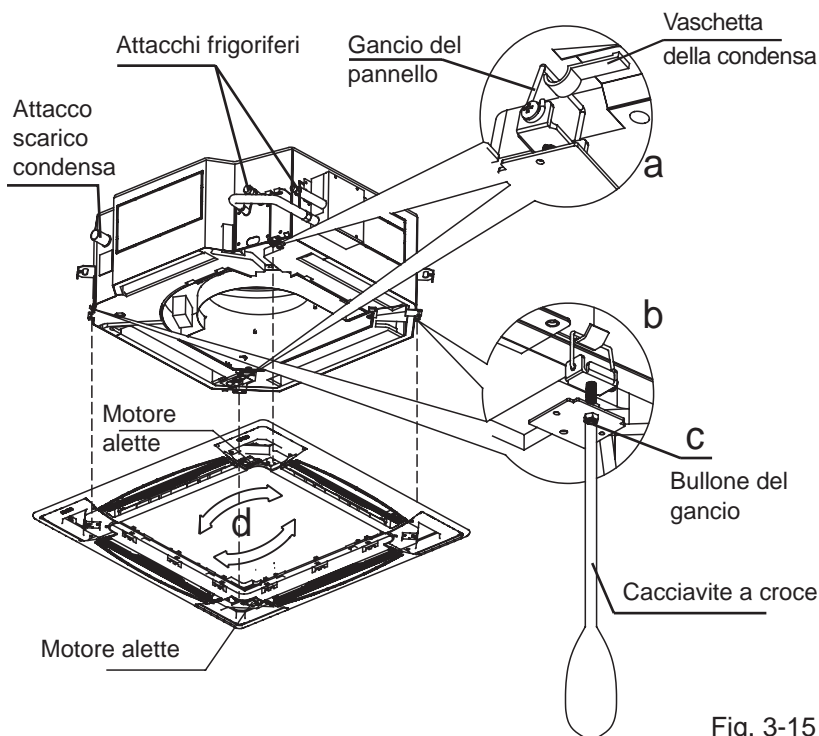

Fig. 3-15
- (1) La parte del pannello contrassegnata dall'indicazione "PIPING SIDE" ("LATO TUBAZIONE") e "DRAIN SIDE" ("LATO SCARICO CONDENZA") deve essere allineata all'uscita della tubazione e l'uscita dello scarico condensa sul corpo principale dell'Unità.
- (2) Fissare i ganci del pannello al motore alette e i suoi lati opposti ai ganci del corrispondente ricevitore dell'acqua (vedi la Fig. 3.15, a). Successivamente, appendere gli altri due ganci del pannello alle staffe corrispondenti del corpo dell'Unità (vedi la Fig. 3.15, b).
- (3) Inserire il filo del motore alette nell'asola all'interno del pannello, poi collegare i terminali del motore alette al terminale nel box elettrico principale. Avvolgere i terminali di collegamento con una guaina protettiva, e utilizzare un dispositivo affidabile per fissare e rafforzare l'isolamento di sicurezza dei terminali.
- (4) Regolare le 4 viti dei ganci del pannello, in modo da mantenere il pannello in posizione orizzontale, ed avvitarle ugualmente al soffitto (vedi la Fig. 3.15, c).
- (5) Regolare leggermente il pannello in direzione della freccia in Fig. 3.15, d, per far combaciare il centro del pannello al centro dell'apertura nel soffitto. Assicurarsi che i ganci ai 4 angoli siano ben fissati.